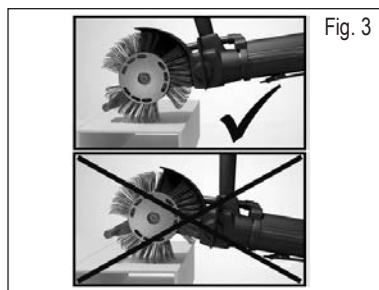

Fig. 3
- Pentru a se obține o performanță optimă, trebuie să se conducă tija de accelerație cât mai aproape de suprafața, care se prelucrează. Atunci când distanța dintre tija de accelerație și suprafața supusă prelucrării este prea mare, performanța scade în mod pronunțat. Vezi fig. 3.